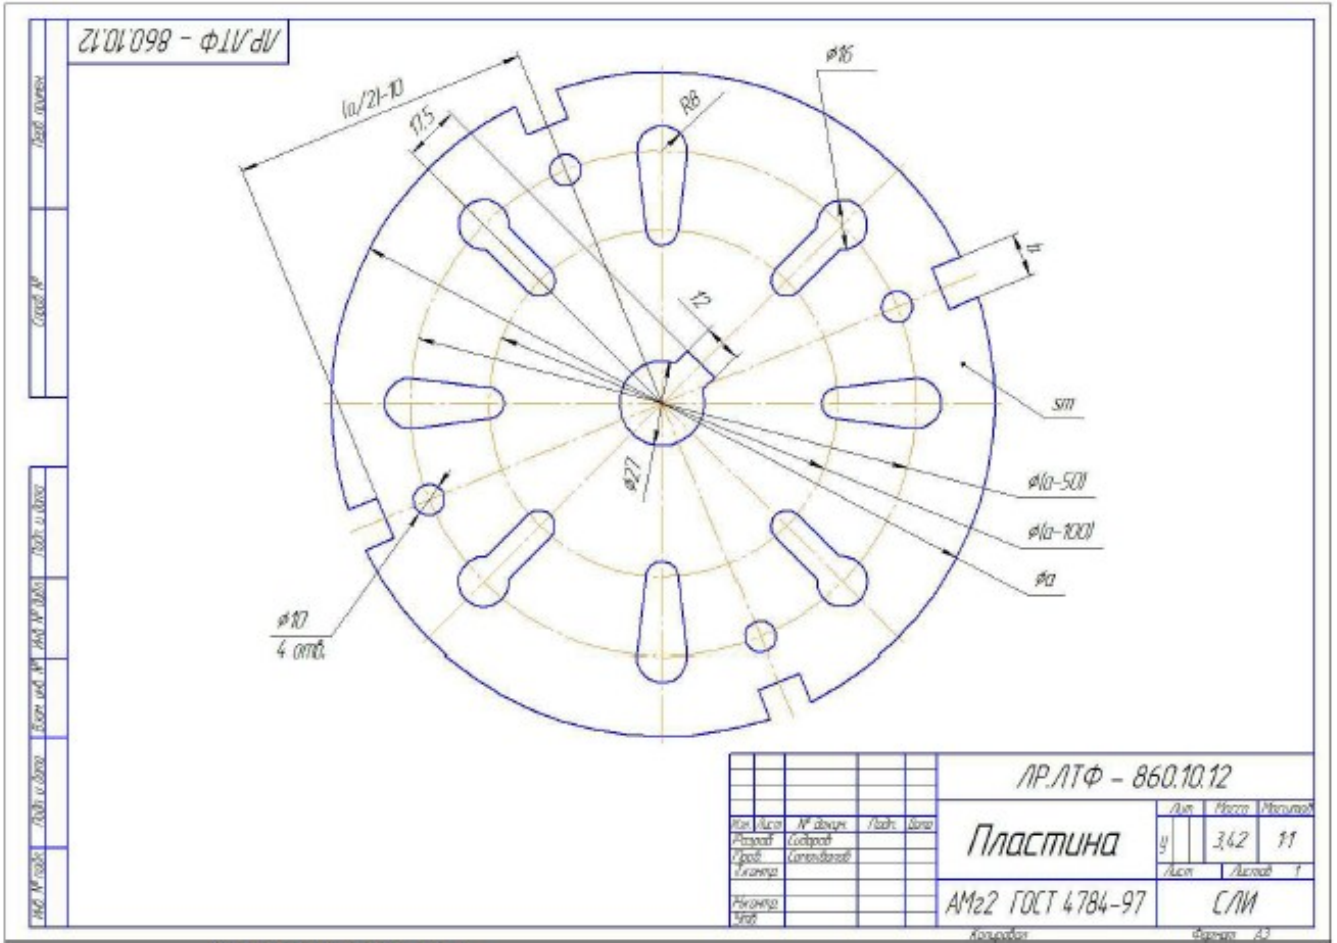

Рисунок 153 – Пластина
- Выполните чертёж Пластины, рис. 153, по заданным размерам варианта, табл. 3.